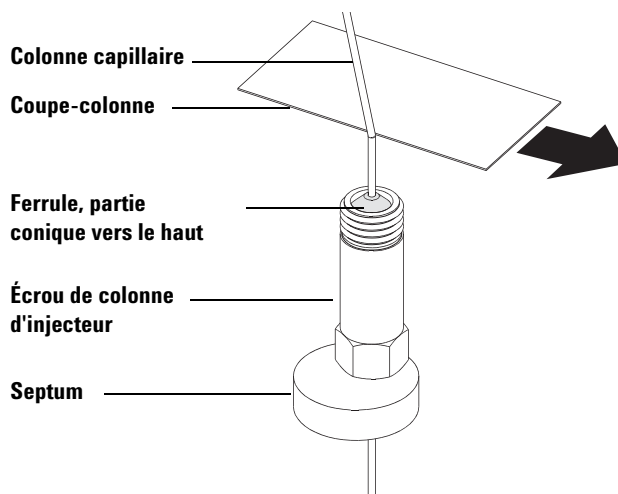

Figure 3 Préparation d'une colonne capillaire pour son installation
- 2 Muni(e) de gants propres, appuyer sur la colonne dans le septum (cela exerce un peu de pression). Puis, faire l'écrou de colonne et la ferrule préparée sur le côté libre de la colonne (Figure 3). Le côté conique de la ferrule doit être orienté vers l'extérieur de l'écrou de colonne.